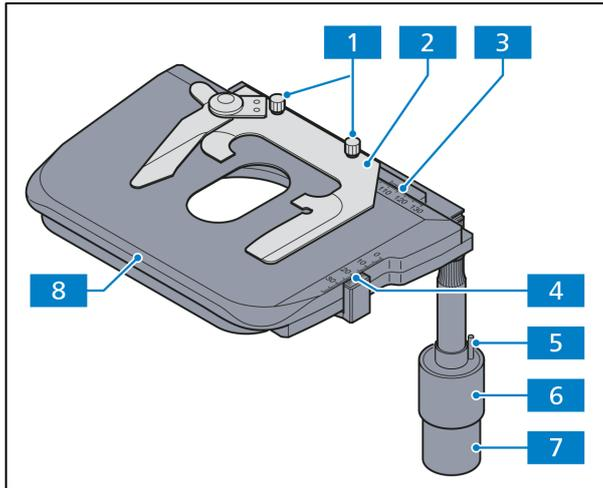

Abb. 2-12 Kreuztisch 75x50 R mit Objekthalter
- Kreuztisch (Abb. 2-12/8) zur Aufnahme und Positionierung der Präparate mit Objekthalter.
- Objekthalter (Abb. 2-12/2) für Einhandbedienung oder Objekthalter für Zählkammern (austauschbar nach Lösen der beiden Rändelschrauben, Abb. 2-12/1).
- Koaxiale Rändelknöpfe für X- (Abb. 2-12/7) und Y-Verstellung (Abb. 2-12/6). Die koaxialen Rändelknöpfe für X- und Y-Verstellung sind für die individuellen Bedürfnisse des Anwenders sowohl in der Höhe als auch in der Friktion einstellbar. Das dafür benötigte Werkzeug (Abb. 2-12/5) befindet sich im oberen koaxialen Rändelknopf.
- Ziffernskala mit Nonius für Anzeige des Verstellweges in X- (Abb. 2-12/3) und Y-Richtung (Abb. 2-12/4).
- Triebknöpfe je nach Ausführung an der rechten (R) oder linken Seite (L).